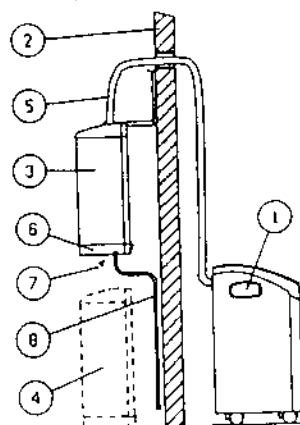

Рис. 4. Установка кондиционера
Решите, как будет установлен наружный блок: подвешен к окну, укреплен на стене или установлен на земле недалеко от двери. Наружный блок должен быть надежно закреплен и иметь хорошую опору (см. рис. 4).
В условиях высокой влажности установленный в наружном блоке поддон (6) для сбора конденсата может переполняться. Если происходит постоянная утечка конденсата, рекомендуется использовать постоянную сливную трубку. Выньте пробку (7 на рис. 4), которая находится на нижней поверхности блока, и установите вместо нее сливной шланг с наружным диаметром 13 мм (8), направив его к месту стока.